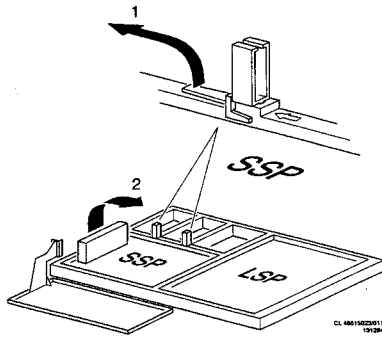

Abb. 5
4.4 Entfernung der Klein-Signalplatine (SSP) (Abb. 5)